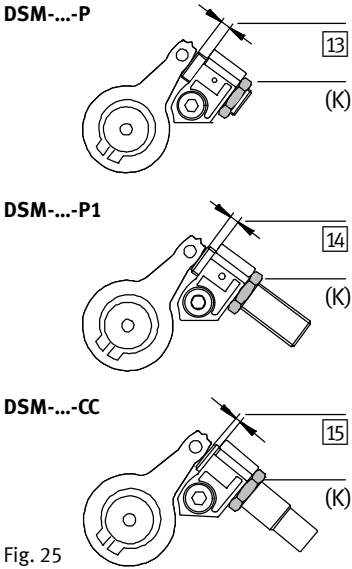

Fig. 25
2. Afloje la contratuerca (K) (Fig. 25) del amortiguador. Mediante la longitud de desatornillado del amortiguador (de elastómero [13] / [14] o de choques [15]) se compensa la desviación de la posición final. Ésta se origina durante el preajuste al desplazar el amortiguador hacia la palanca de tope sin presión.